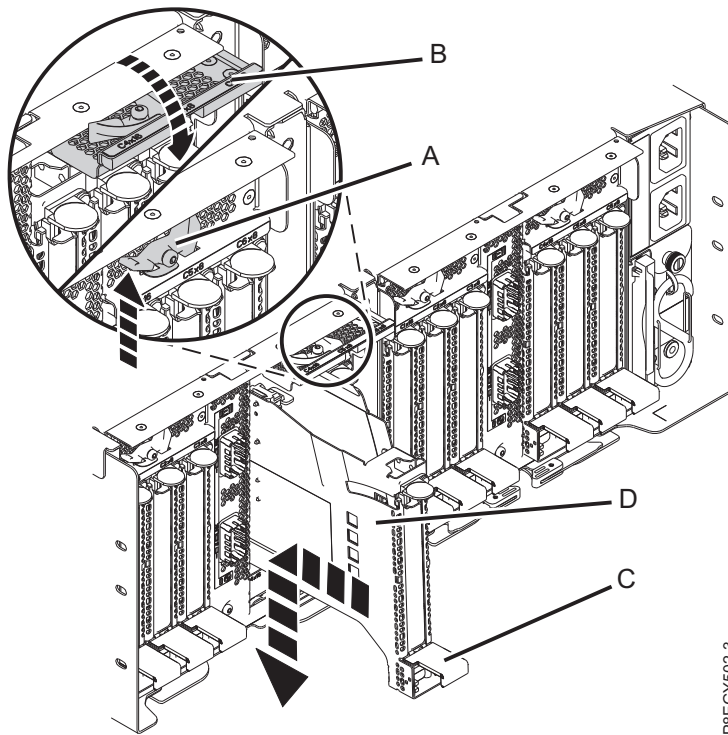

Figure 106. Installation d'une cassette de cartes PCIe dans le tiroir d'extension PCIe3
- b. Saisissez avec précaution le bord supérieur de la cassette de cartes (D) et alignez cette dernière avec l'emplacement. Voir figure 106, à la page 104.
- c. Faites glisser la cassette de cartes PCIe (D) dans son emplacement.
- d. Une fois la cassette de cartes PCIe (D) insérée dans son emplacement, appuyez sur la poignée de la cassette (C) pour fixer la cassette de cartes (D) dans son connecteur. Voir figure 106, à la page 104.
- e. Faites pivoter la porte de verrouillage (B) vers le bas et appuyez dessus afin de la placer en position fermée, comme illustré dans la figure 106, à la page 104. Le loquet de verrouillage (A) se bloque automatiquement.